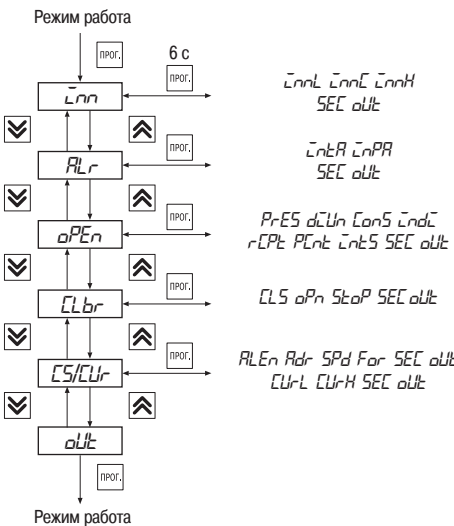

Рис. 17
6.2.2.2. Для входа в режим ПРОГРАММИРОВАНИЕ следует нажать и удерживать кнопку . На цифровом индикаторе появится название первой группы параметров «Lnn» (рис.17).